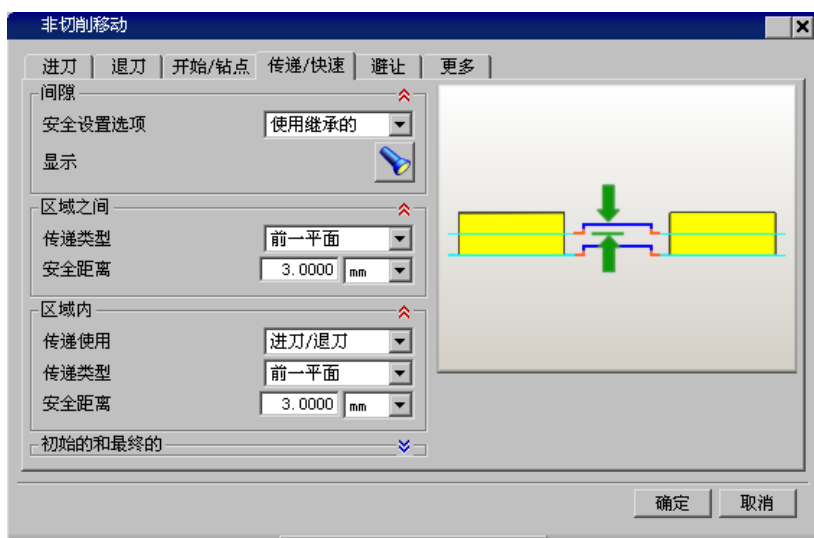

图 10.1.31 “传递/快速”选项卡
Step2. 单击“非切削移动”对话框中的“传递/快速”选项卡，设置图 10.1.31 所示的参数。